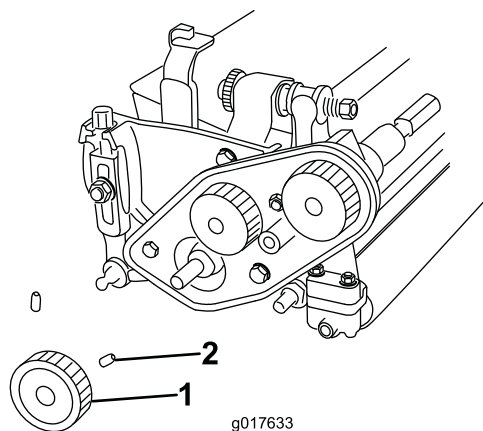

Рисунок 4
9. Ослабьте два установочных винта крепления нижнего шкива и снимите шкив с вала барабана (Рисунок 4).
23. Установите нижний шкив на вал привода барабана и закрепите его двумя установочными винтами на шпонке вала (Рисунок 4).